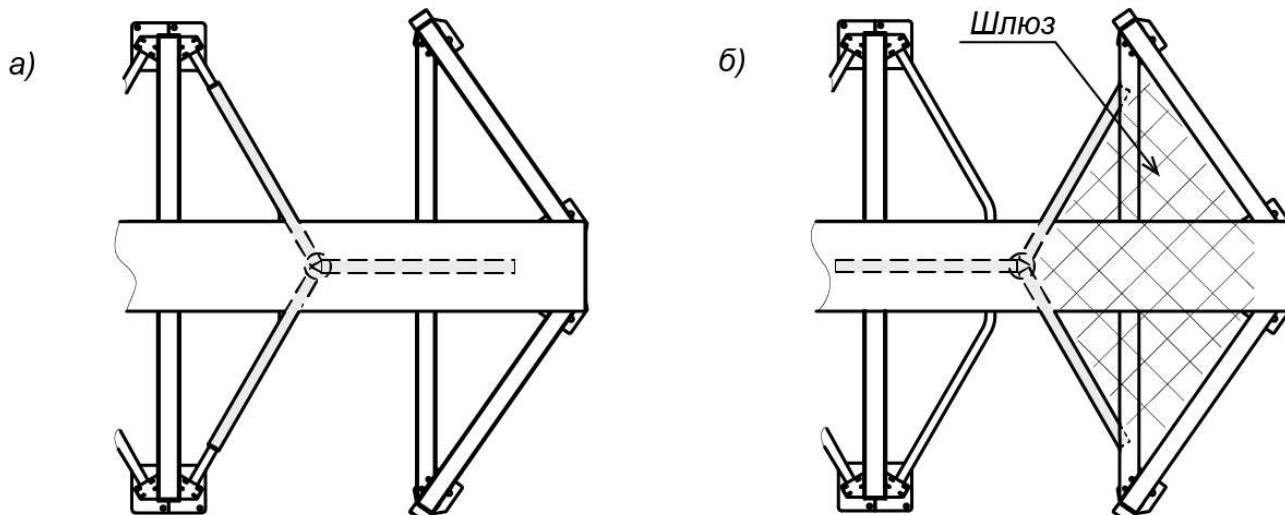

Рисунок 22. Исходное положение створок ИУ турникета (вид сверху): а – для стандартного режима прохода, б – для шлюзового режима прохода
- Сориентируйте секцию ротора турникета согласно выбранному режиму прохода через турникет (см. разд. 8.5, рис. 22) и с учетом совпадения граней верхнего вала ротора с гранями вала привода.
- **Стандартный** (см. рис. 22а). В исходном состоянии зону прохода перекрывает одна створка. Стандартный режим прохода через ИУ турникета рекомендуется использовать в тех случаях, когда нет особо жестких требований к контролю на пропускном пункте.
- **Шлюзовой¹** (см. рис. 22б). В исходном состоянии зону прохода перекрывают две створки, образуя шлюз – часть зоны прохода через ИУ турникета, ограниченную секциями (6) формирователя прохода и двумя створками. Наличие шлюза дает возможность организации усиленного контроля доступа на объект. Шлюзовой режим прохода особенно эффективен для управления проходом людей на пропускных пунктах режимных предприятий, специальных учреждений и других объектов с особыми требованиями к контролю доступа.
3. Разверните ротор на 180° (рис. 22).